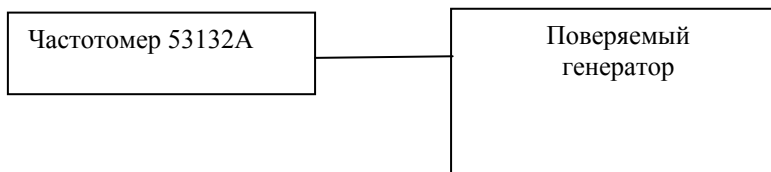

Рисунок 1 - Схема определения погрешности установки частоты
7.3.1.1 Поверяемый генератор подключить к частотомеру 53132А (см. рисунок 1) с помощью 50-омного BNC кабеля.